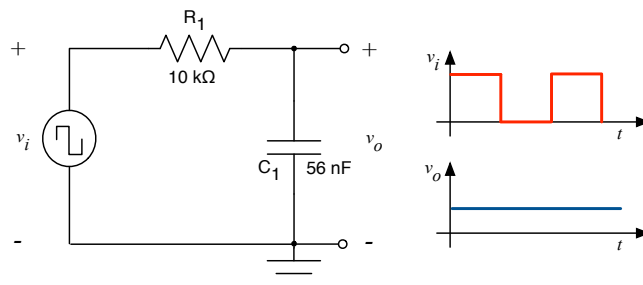

Figura 1 – Circuito do filtro RC.
O circuito do filtro resistivo-capacitivo (RC) é mostrado na figura 1. O mesmo é formado por um gerador de sinais, um resistor e um capacitor. Os valores dos elementos são:
Implemente o circuito da figura 1 e realize as medições com osciloscópio digital. Anote os valores medidos na tabela 1.
Implemente o circuito da figura 1 e realize as medições com osciloscópio virtual. Anote os valores medidos na tabela 1.